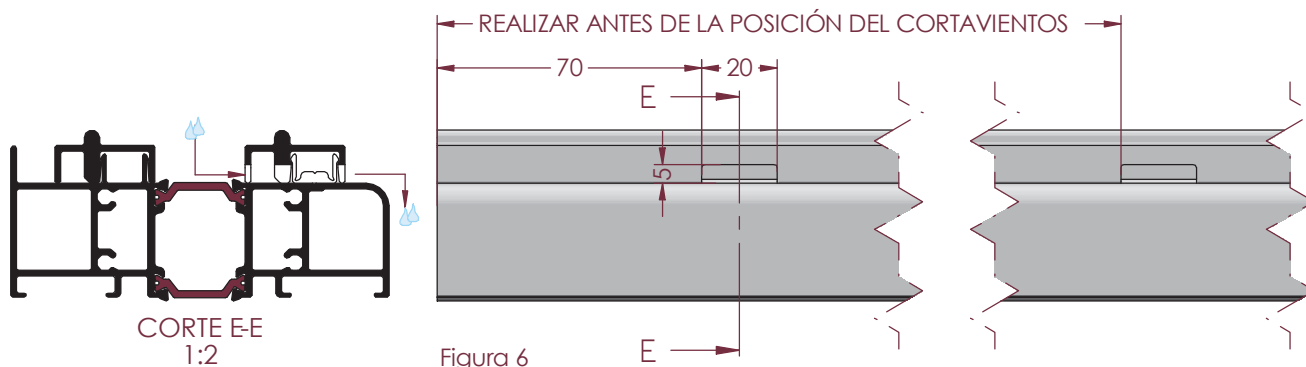

Figura 6
- * Si por este carril pasa una hoja móvil se cortará al mismo tamaño que el cerco. Hay que eliminar una parte de la grapa y una parte del carril para poder desaguar. Ver figura 6, 7 y 8. Realizar el desagüe en el lado exterior (donde no hay hoja en posición cerrado).
- Figura 6: Si la hoja lleva uñero, realizar el mecanizado indicado.